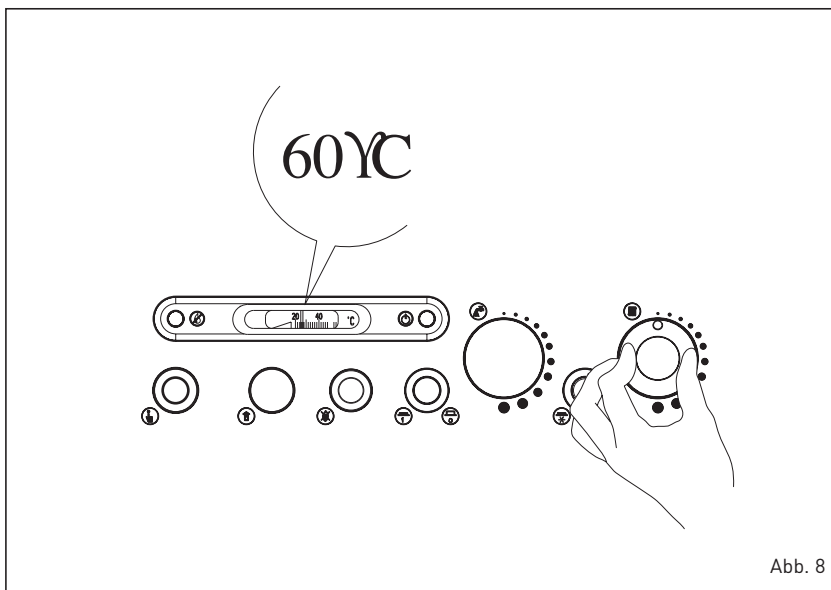

Abb. 8
- zet de ketel met de hoofdschakelaar onder spanning; aan de hand van het feit dat het groene led-indicatielampje (3) gaat branden kunt u controleren of het toestel onder stroom staat. De brander gaat aan.
3.2.2 Ketelaquastaat (Abb. 8)